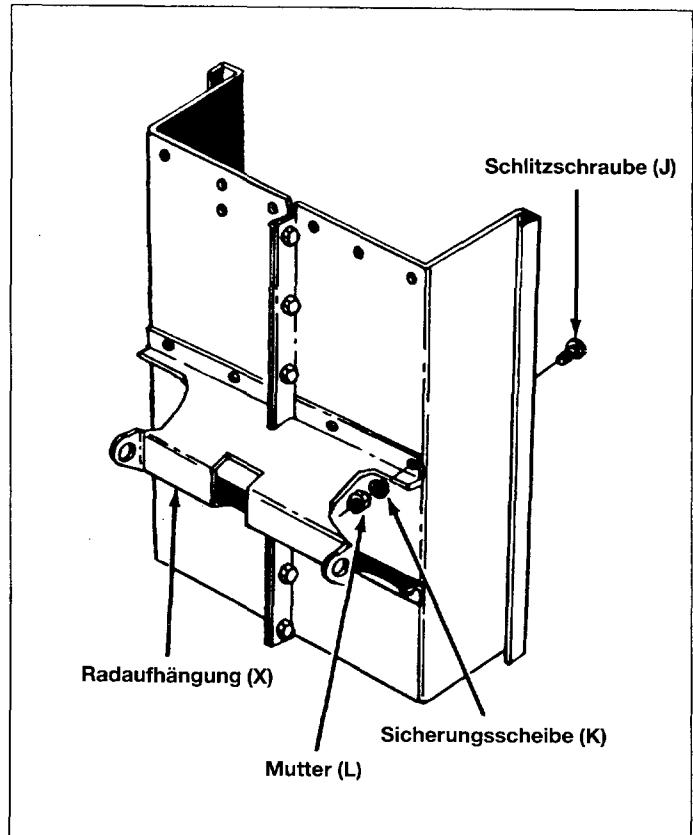

Bild 4
- Die Radaufhängung (X) am Boden des Wagens an ihren Platz bringen. Siehe Bild 4.
- Die Radaufhängung mit 8 Schlitzschrauben (J), Sicherungsscheiben (K) und Muttern (L) am Wagen anbringen. Siehe Bild 4. Die Schrauben werden von der Innenseite des Wagens her angebracht und sind festzuziehen.